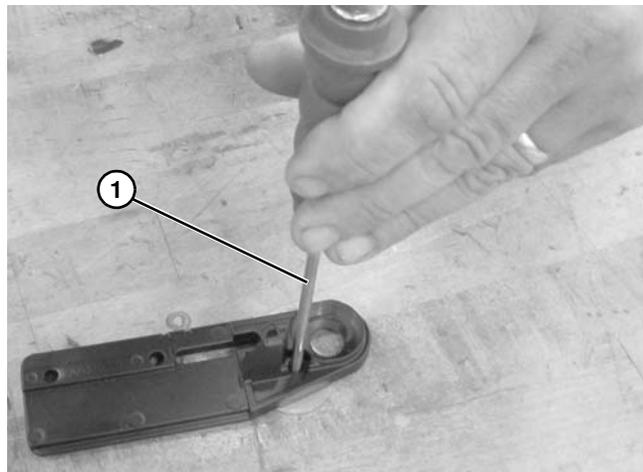
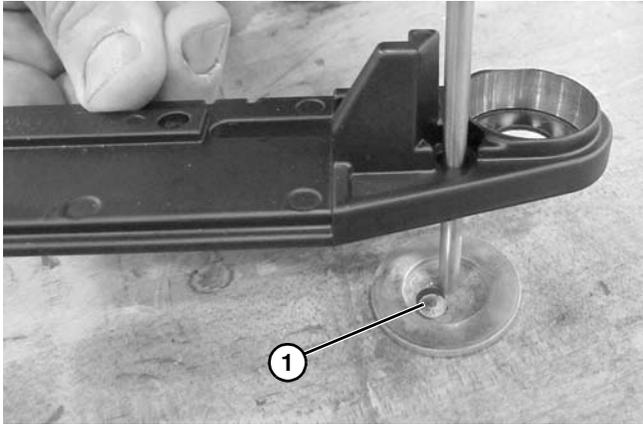

**Figura 83**
**Figura 84**
3. Utilice un martillo y un punzón (con un diámetro de entre 6 y 13 mm) (**Figura 83, artículo 1**) o un perno largo para sacar el vástago (**Figura 84, artículo 1**) de la placa trasera del soporte del eje con arandela.